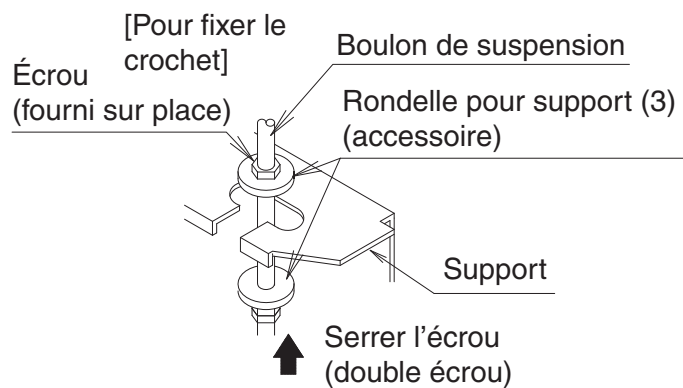

Fig. 2
(1) Installez l'unité intérieure temporairement.
Veillez à fixer solidement le crochet avec l'écrou et la rondelle pour le crochet (3) du côté supérieur et inférieur. **(Reportez-vous à la Fig. 2)**